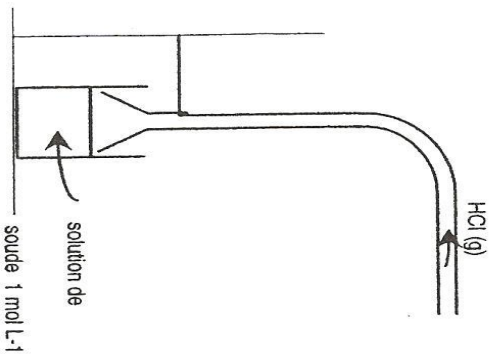

Figure 4
- Surmonter le ballon d'un réfrigérant à l'extrémité duquel on reliera un tuyau en caoutchouc. A l'autre bout de ce tuyau, on fixera un entonnoir et on renversera le tout de manière que l'entonnoir effleure à peine la surface d'une solution de soude contenue dans un bêcher de 600 mL ou plus (figure 4). Ce dispositif de sécurité servira à absorber les vapeurs de chlorure d'hydrogène qui pourraient éventuellement s'échapper du ballon.